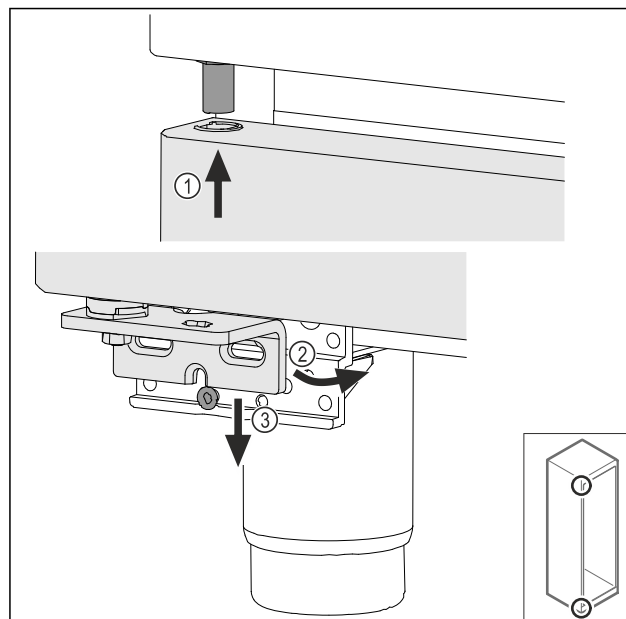

Fig. 39
- Kissé megbillentve fűzze be az ajtót felül Fig. 39 (1), majd igazítsa egyenesbe az ajtót Fig. 39 (2), és helyezze rá az alját a csapágybak csavarjára Fig. 39 (3).